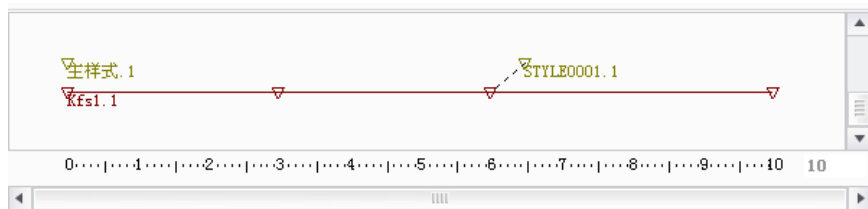

图 14.2.31 时间域
(1) 在对话框的 **时间** 区中输入时间值 0.5，并从 **之后** 列表选取一个参考事件 Kfs1.1:6 Snapshot3，动画将在该时间和参考事件后改变到该显示状态。
(2) 单击“定时样式”对话框中的 **应用** 按钮，定时显示事件 STYLE0001 出现在时间线中，如图 14.2.31 所示。